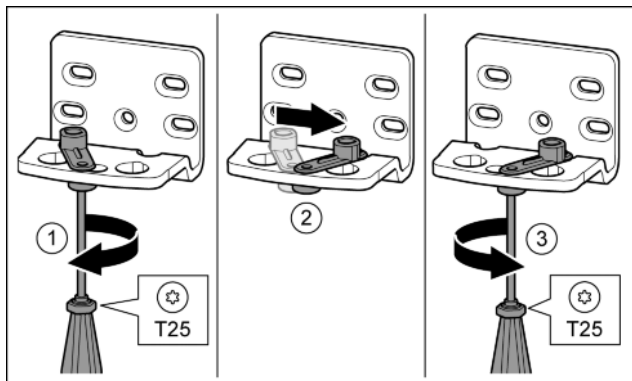

Fig. 11
- ▶ svitare leggermente la vite con il cacciavite T25. Fig. 11 (1)
- ▶ Sollevare l'ausilio di chiusura porta e ruotarlo di 90° verso destra nel foro. Fig. 11 (2)
- ▶ Serrare la vite con il cacciavite T25. Fig. 11 (3)